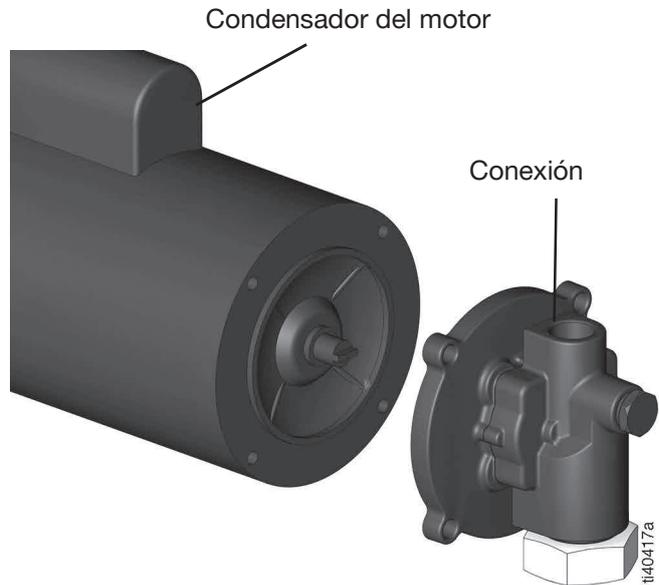

FIG. 7
2. La salida de la bomba debe mirar hacia arriba y el condensador del motor y la salida deben estar ambos en la parte superior. (FIG. 7).